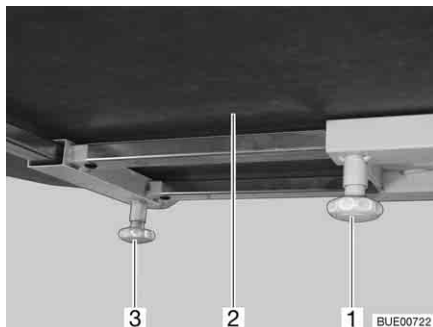

Bild 114 Förskjut bordsskivan (alternativ)
- Lossa den räfflade skruven (Bild 114,1).
- Skjut bordsskivan (Bild 114,2) till önskat läge.
- Lossa den räfflade skruven (Bild 114,3).